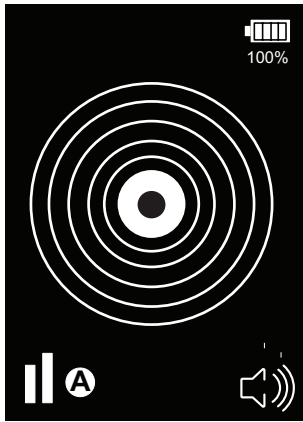

Bild 7: Larmindikeringsskärmdisplay
5. Om köldmedel detekteras ökar ljudet i frekvens och tonhöjd och displayen visar koncentriska ringar som ökar utåt från centrum i takt med att koncentrationen av köldmedel ökar (se bild 7).